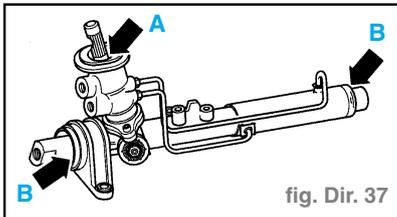

fig. Dir. 37
- Contrôler si la bague d'étanchéité pour le pignon de direction sur le boîtier de la valve du mécanisme de servodirection (flèche **A**) fuit (fig. Dir. 37).